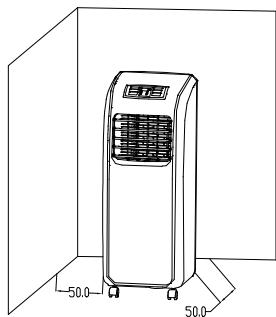

Abb. 9
(1). Bewegen Sie die Maschine mit dem vor dem Fenster installierten Wärmeabzugschlauch und halten Sie das Gerät mindestens 50 cm von den Wänden oder anderen Gegenständen entfernt (Wie in Abbildung 9 gezeigt).